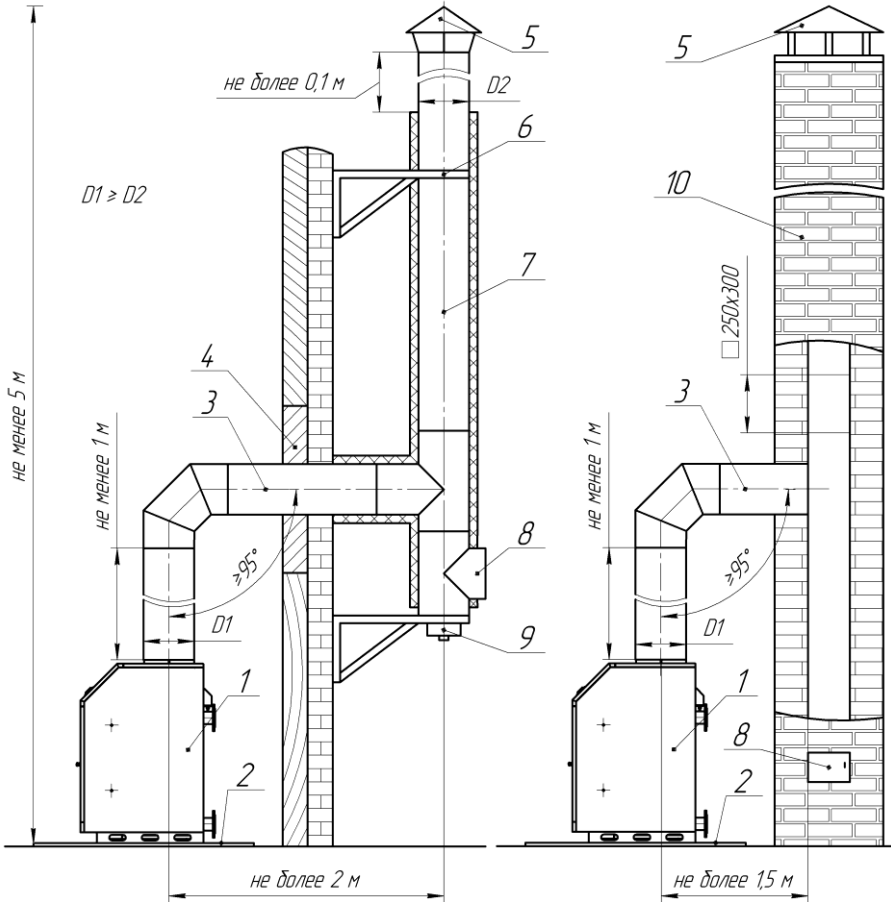

Рис. 6 Рекомендуемая схема устройства дымовой трубы.
9.6. Основные причины неудовлетворительной работы котла, связанные с дымоходом, рекомендуемые схемы конструкции дымохода см. Рис.6, 7.